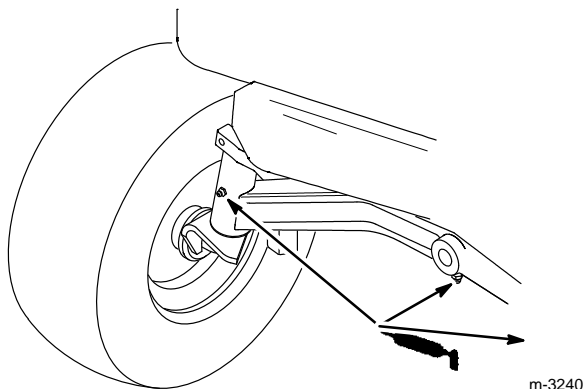

Figure 32
1. Graisser les fusées des roues droite et gauche jusqu'à ce que la graisse commence à suinter hors des roulements (Fig. 32).
2. Graisser le pivot de l'essieu avant (Fig. 32).